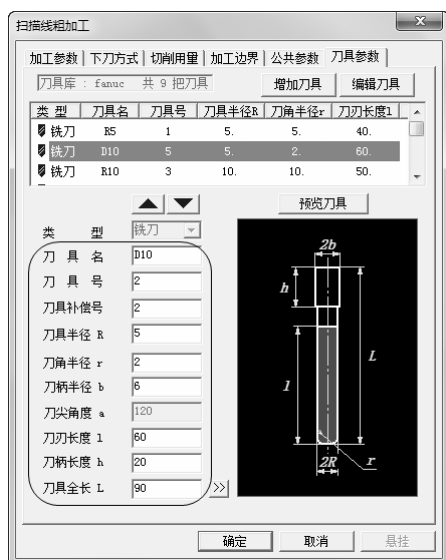

图 3-56 “刀具参数”选项卡
6) 单击“刀具参数”选项卡，选择刀具名称为“D10, r2”，D 代表刀具直径，r 代表刀角半径的球刀。具体“刀具参数”参数数值如图 3-56 所示。